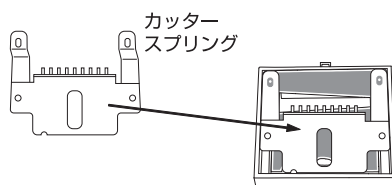

図9
8. 新しいカッター Springs (押さえ板) をセットします。半円形の欠けこみが左にきます。(図9)